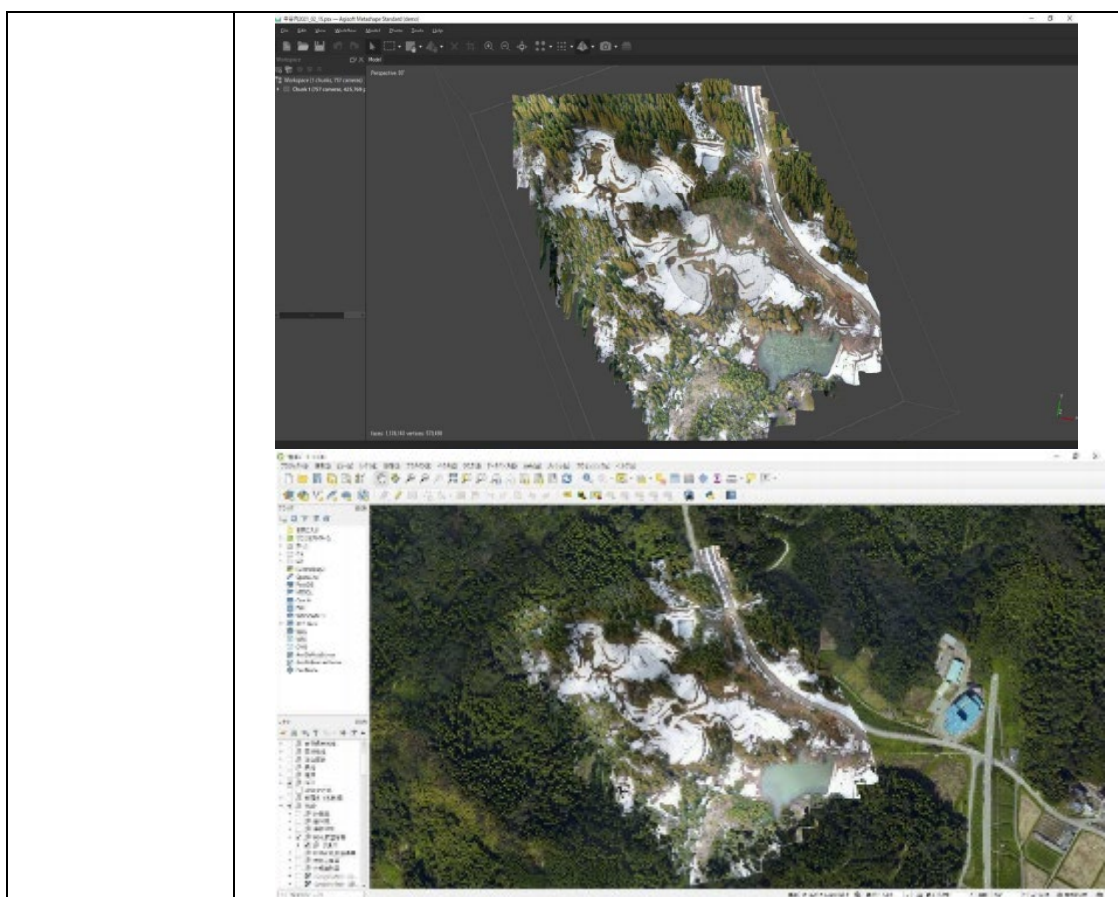

図 3.2-1 Metashape と QGIS の実施成果
① 開催概要	<p>日時：2021年1月27日 10時～17時 場所：富山県西部森林組合の事務所（オンライン（リアルタイム）） 受講者数：3名</p>
② 実施内容	<p>目的；</p> <ul style="list-style-type: none"> ・ SfM ソフト「Metashape」の習得（富山県西部森林組合が事前に撮影した画像を使用した写真解析） ・ QGIS の習得 ・ オンライン（リアルタイム）による実習の有効性を検証 <p>カリキュラム；</p> <p>午前 写真解析の実務①</p> <ul style="list-style-type: none"> ・ 研修概要の説明 ・ ブルーイノベーションの会社紹介（自己紹介） 【SfM ソフト「Metashape」】 ・ 対空標識を使用した場合の写真解析方法 <p>休憩 1 時間</p> <p>午後 写真解析の実務②</p> <ul style="list-style-type: none"> ・ 自社で撮影した写真を用いたオルソ画像の作成、写真解析にて点群データ等三次元解析、面積計測 【空間情報作成・編集ソフト「QGIS」】 ・ 上記加工画像の、地形図への重ね合わせ ・ 質疑応答
③ 実施成果	<ul style="list-style-type: none"> ・ 事前に撮影した写真をしようした SfM 画像解析ソフト「Metashape」でのオルソ画像の並びに QGIS の重ね合わせは出来た（図 3.2-1）。 ・ オンライン（リアルタイム）を活用した座学研修を初めて実施したが、対面で実施するのと変わりなく、円滑に進められる印象を受けた。また、少数で実施することでレベルや理解力に合わせて研修が実施出来ると分かった。 ・ 受講者が普段使用しているデスクトップ PC を活用して実施出来るため、研修の成果を受講者の PC にも残せ、受講者にとって効果的な研修だと分かった。